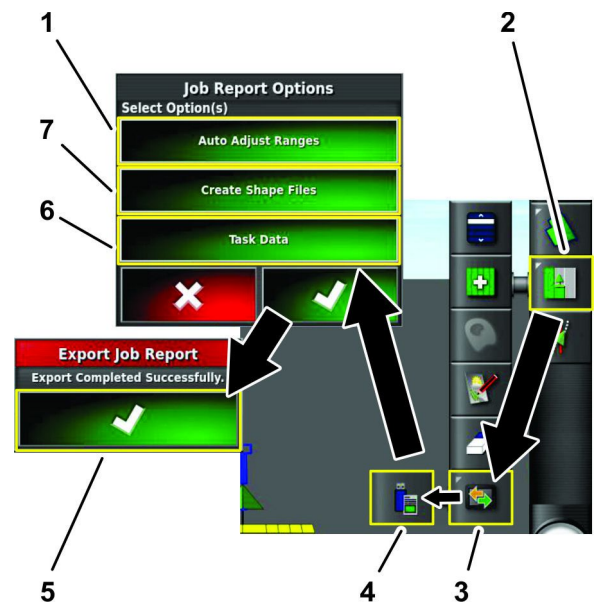

Figura 29
1. Pressione o ícone Menu de serviços (Figura 29).
2. Pressione o ícone Transmissão de dados (Figura 29).
3. Pressione o ícone Exportar relatório de serviço para USB (Figura 29).
5. Pressione o ícone GERAR FICHEIRO SHAPEFILE (Figura 29).
6. Na caixa de diálogo “opções dos relatórios de serviço”, pressione o ícone Confirmar (Figura 29).
7. Na caixa de diálogo “exportar relatório de serviço”, pressione o ícone Confirmar (Figura 29).